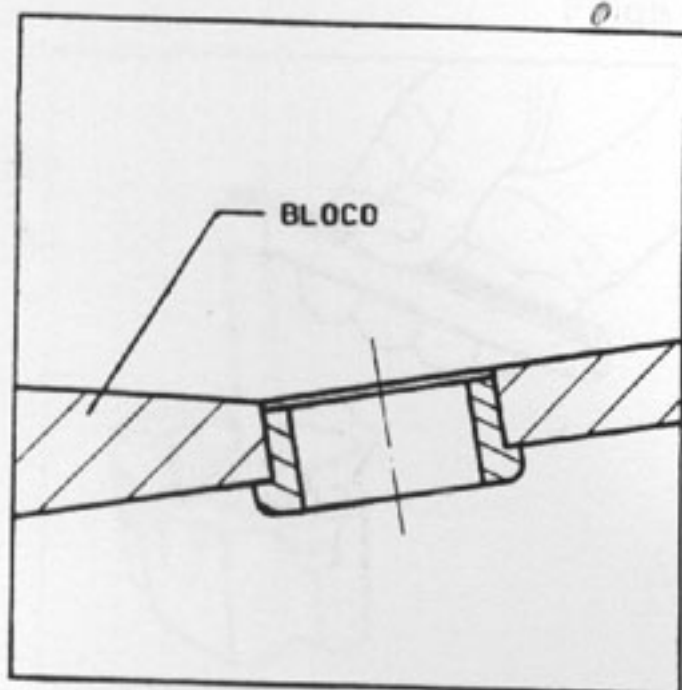

Fig.47-Montagem da bucha inferior
**Bucha inferior** - A posição correta será encostando o ressalto na superfície do bloco (fig.47).